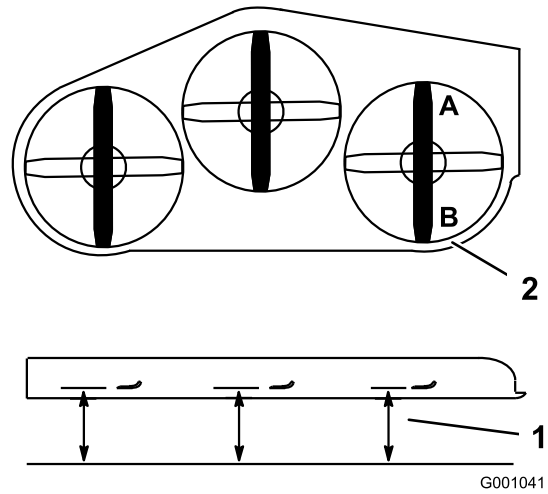

Bild 75
- Stellen Sie ein Messer in Längsrichtung. Messen Sie an den Stellen **A** und **B** von einer ebenen Oberfläche bis zur Schnittkante der Messerspitzen (**Bild 75**).